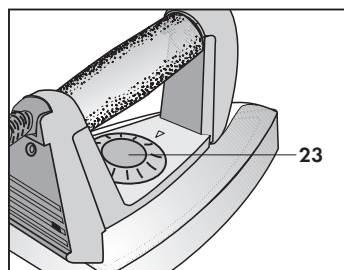

Fig. 21
- Ruotare il selettore della temperatura (23) del ferro da stiro, nella zona desiderata per adeguare la temperatura della piastra al tessuto da stirare (Fig. 21).